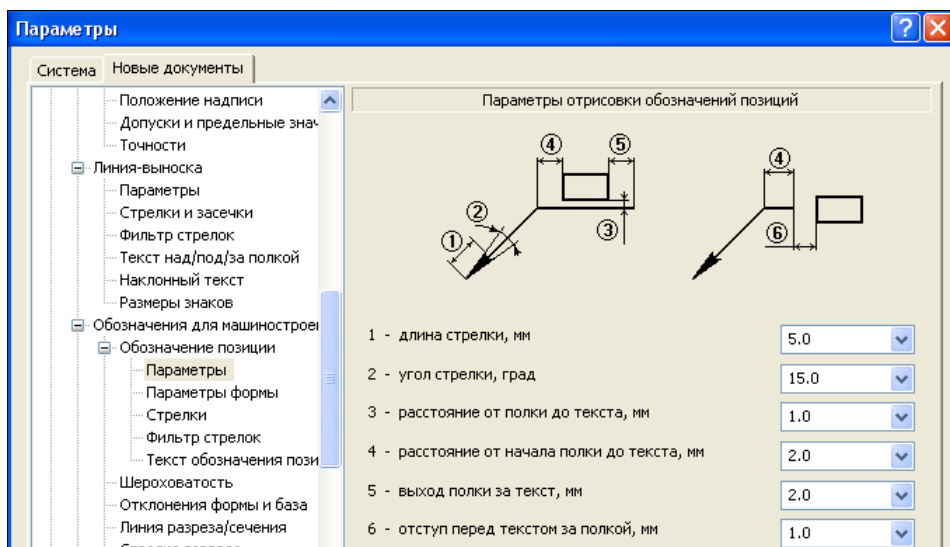

Рис. 15.28. Диалоговое окно **Параметры** с открытой панелью **Параметры отрисовки обозначений позиций**
- ◆ щелкните ЛК мыши по знаку "плюс" у пункта **Обозначения для машиностроения** и у пункта **Обозначение позиции** (рис. 15.28). Установите на панели **Параметры отрисовки обозначений позиций** необходимые параметры;